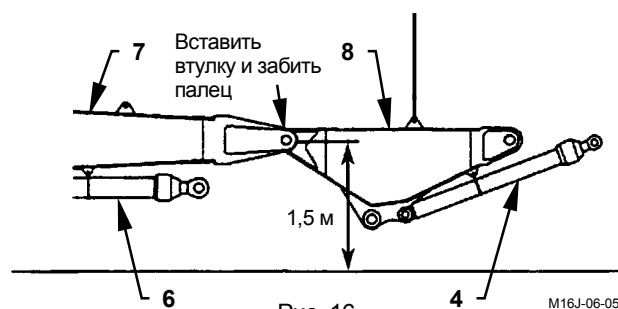

Рис. 16
**ВАЖНО:** Если передвигать головную часть рукояти при прикрепленном стропом и серьгами гидроцилиндре (4), то это может повредить гидроцилиндр (4), среднюю часть (8) и головную часть рукояти. Следует предварительно снять строп и серьги.
1. Запускают двигатель и поднимают стрелу примерно на 1,5 м концом верхнего звена (7) стрелы.
2. Поднимают среднюю часть (8) рукоять, совмещают отверстия головной части (7) и средней части (8) рукояти, вставляют приложенную регулировочную втулку и забивают палец, как указано на рис. 16. При этом необходимо соблюдать осторожность, чтобы не повреждать грязесъемник.